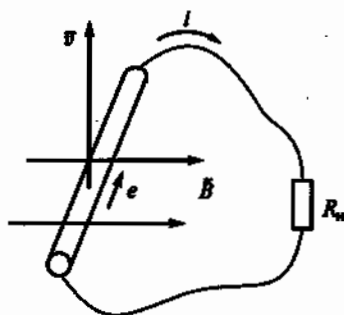

Рис. 53
2.27. Р. Диэлектрический стержень перемещается под прямым углом к магнитному полю с индукцией B (рис. 53). Будет ли наводиться ЭДС индукции e в этом стержне и будет ли протекать ток i в цепи?